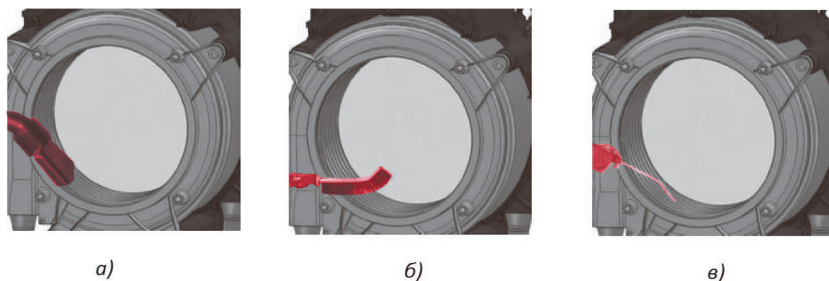

Рис. 16. Чистка камеры сгорания
1. Предварительно соберите мусор пылесосом с применением щелевой насадки (рисунок 16а);
2. Очистить спираль теплообменника щеткой. Для чистки спирали теплообменника запрещено применять щетку с металлическими щетинками (рисунок 16б).
3. Соберите пылесосом отложения, осыпавшиеся после работы щеткой (рисунок 16а);
4. Продуйте сжатым воздухом промежутки между спиралями теплообменника (рисунок 16в);
5. Удалите образовавшийся мусор пылесосом (рисунок 16а).
4	Проверить теплообменник на наличие отложений со стороны камеры сгорания. Очистить при необходимости (рис.16)